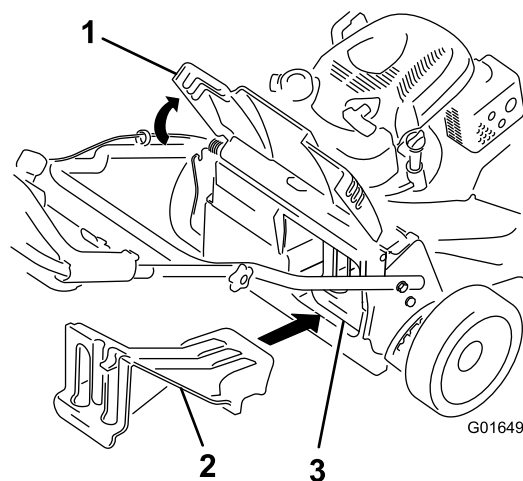

Figure 25
- Si l'obturateur d'éjection arrière n'est pas installé, saisissez-le par la poignée, relevez le volet arrière et insérez-le dans la goulotte d'éjection arrière jusqu'à ce que le dispositif de verrouillage s'enclenche ; voir Figure 25.
**Important:** Assurez-vous que l'obturateur d'éjection arrière est en place avant de procéder au recyclage (Figure 25).